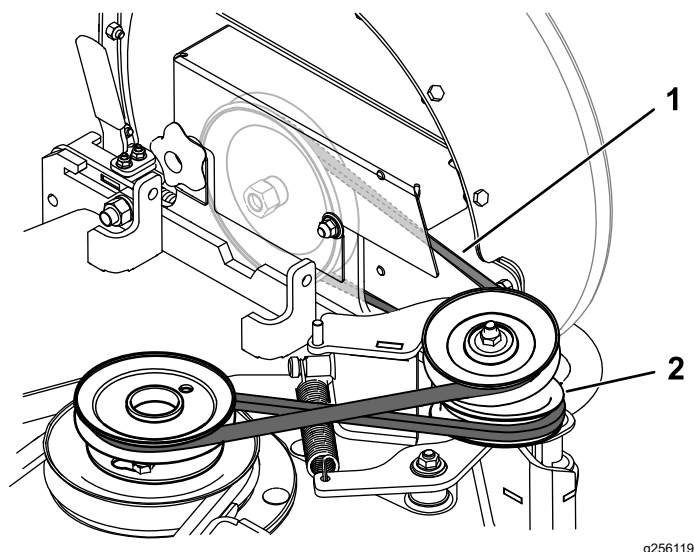

Figura 26
6. Tirate indietro la puleggia tendicinghia a molla, per allentare la tensione della cinghia (Figura 26).